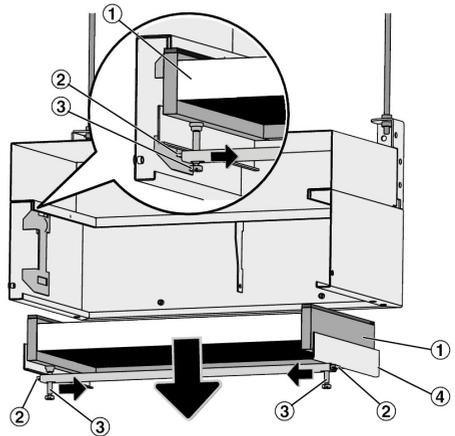

Abb. 11: Filter wechseln
2. ▶ Anpressvorrichtung herausnehmen. Dazu die Spannschrauben (Abb. 11/3) lösen und die Schieber (Abb. 11/2) nach innen drücken. Anpressvorrichtung (Abb. 11/4) mit Filter herausnehmen.
3. ▶ Verschmutztes Filter (Abb. 11/1) aus der Anpressvorrichtung entnehmen und in Kunststoffbeutel fachgerecht entsorgen, siehe Hinweise zur Entsorgung ☞ „Entsorgung“ auf Seite 12.